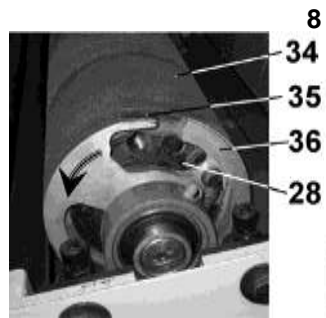

Рис.11
### 10.3. Замена, установка и натяжение шлифовальной ленты (Рис. 11; 12)
10.3.6. Для надёжного удержания конец шлифовальной ленты (34) загните, установите и закрепите клипсом (35). Длину подгиба определите по снятой шлифовальной ленте. Как показано на Рис.11, удерживая барабан (28) и преодолевая усилие пружины, поверните фланец (36) в направлении стрелки. Удерживая смещение фланца (36) относительно барабана (28), аккуратно по спирали, виток к витку без перехлёстов и пропусков, укладывайте шлифовальную ленту (34). При укладке шлифовальную ленту (34) плотно прижимайте к барабану (28). После выполнения 2-3 витков, при условии плотного прижимания шлифовальной ленты (34) к барабану (28) и удерживая барабан (28) от раскручивания - можно прекратить удерживать фланец (36).